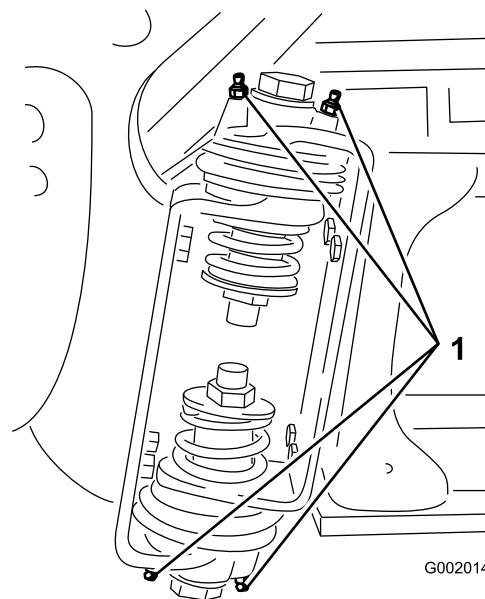

Bild 63
2. Pressen Sie Fett in die Lager oder Büchsen jedes Anschlussstückes (Bild 63).